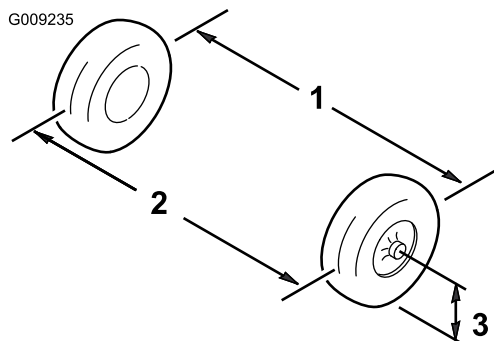

Figure 54
1. Mesurez la distance entre les roues avant à hauteur d'essieu, à l'avant et à l'arrière des roues (Figure 54).